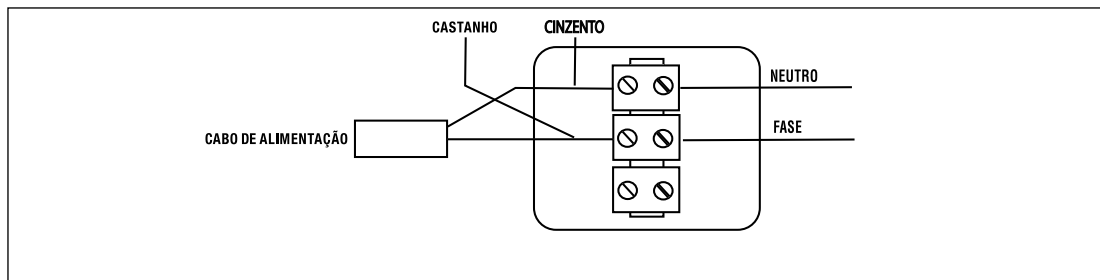

Fig. 8
- O cabo deve ser ligado à rede através de uma caixa de junção sem tomada eléctrica (fig. 8).